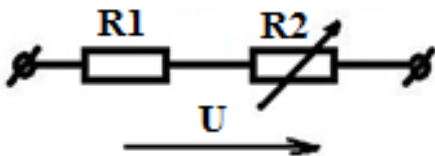

Рис. 1.39. Схема к контрольному вопросу 3
3. Как изменится напряжение на сопротивлении  $R1$ , если сопротивление  $R3$  уменьшилось при неизменном напряжении  $U$  (рис. 1.39)?